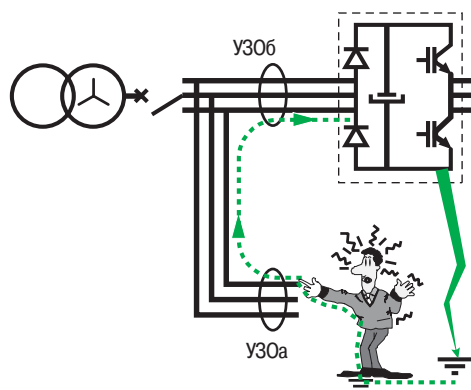

Рис. 47 : риск «ослепления» УЗОа
- В первом случае, показанном на **рис. 47**, в схеме IT ток замыкания имеет постоянную составляющую. УЗО, осуществляющее дополнительную защиту от прямого прикосновения на соседней линии, должно быть чувствительным к такому току.